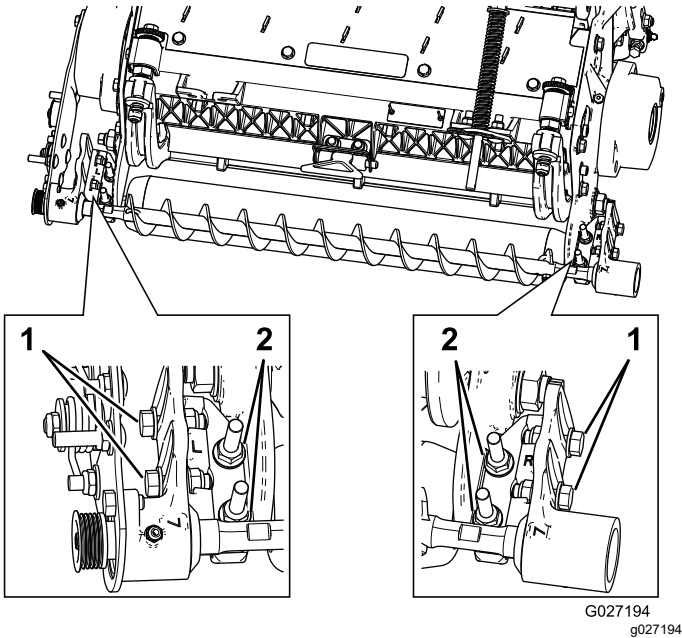

图 11
- A. 松开将滚筒刷安装支架固定到滚刀组侧板上的 2 个凸缘锁紧螺母图 11。
- B. 旋转滚筒刷轴承座直到滚筒刷侧板与滚刀组侧板保持平行图 11。
- C. 拧紧将滚筒刷安装支架固定到滚刀组侧板上的 2 个凸缘锁紧螺母图 11。
1. 松开将每个滚筒刷轴承座固定到滚筒刷安装支架上的 2 个螺栓图 11。